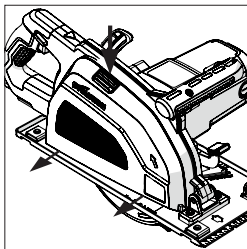
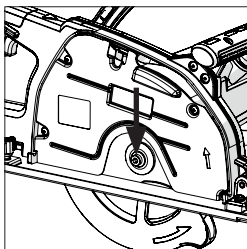

Abb. 3
Abb. 4
- Entfernen Sie den Spänesammler **(12) (Abb. 3)**, indem Sie den Entriegelungsknopf **(13)** drücken, wodurch die Blattschraube **(Abb. 4)** freigelegt wird.